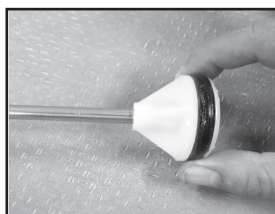

Figure 3
3. Inspecter le joint torique. En cas d'usure ou de dommages, le retirer et le remplacer. Dans le cas d'un pulvérisateur d'acétone, lubrifier le joint torique avec une graisse à la silicone (**Voir la figure 3**).